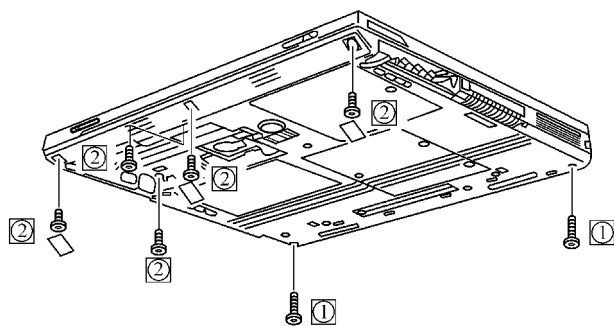

图 6-16 拆卸底板固定螺钉
(1) 首先使用小十字螺钉旋具将笔记本电脑底板上的固定螺钉“①”“②”拆下，有的在“②”号螺钉外面贴有不干胶，应仔细观察，如图 6-16 所示。